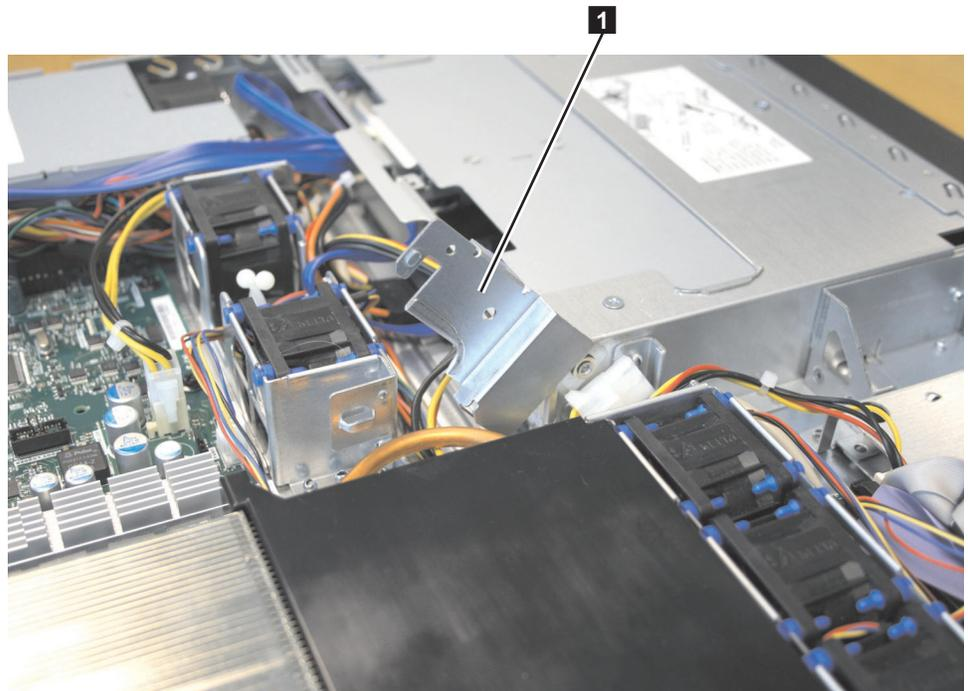

図 99. SAN ボリューム・コントローラー 2145-8A4 電源機構用のエア・デフレクター
1. エアー・デфлекター **1** が、129 ページの図 99 に示すように開位置にあることを確認します。
5. ケーブルを挟まないように確認しながらエアークレクター（129ページの図99の**1**）を所定の位置まで回転させてから、しっかりと押し下げます。